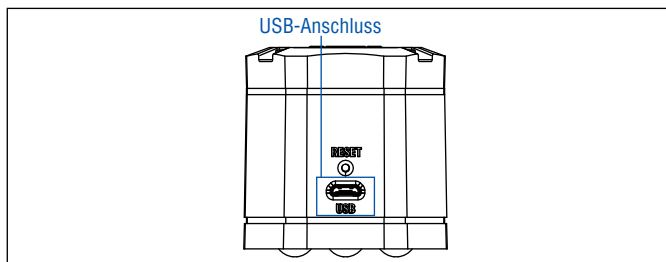

Abb. 116: USB-Buchse am TempoLink® Sensorassistenten
1. Stecken Sie den Micro-USB-Stecker des USB-Kabels in den Anschluss „USB“ an den TempoLink® Sensorassistenten (Abb. 116).